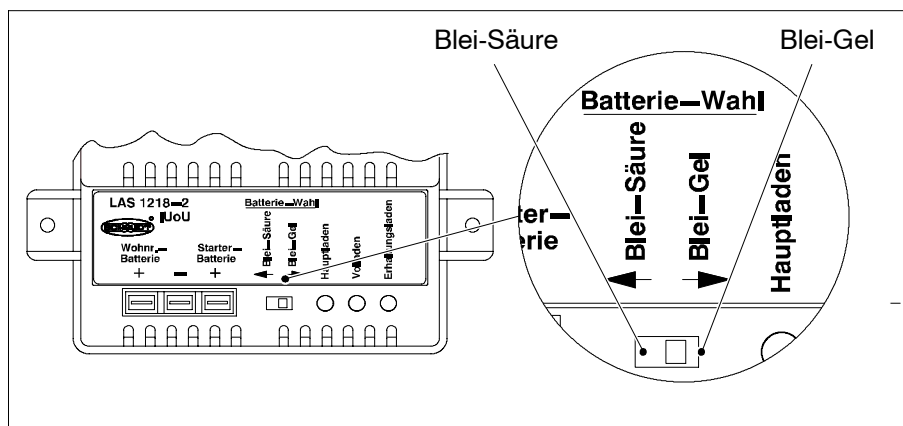

Bild 8 Batteriewahlschalter Blei-Gel-/Blei-Säure-Batterie
- Denn Batterie-Wahlschalter (s. Abb. 8) mit einem dünnen Gegenstand (z. B. Kugelschreiberminne) in die entsprechende Position bringen: